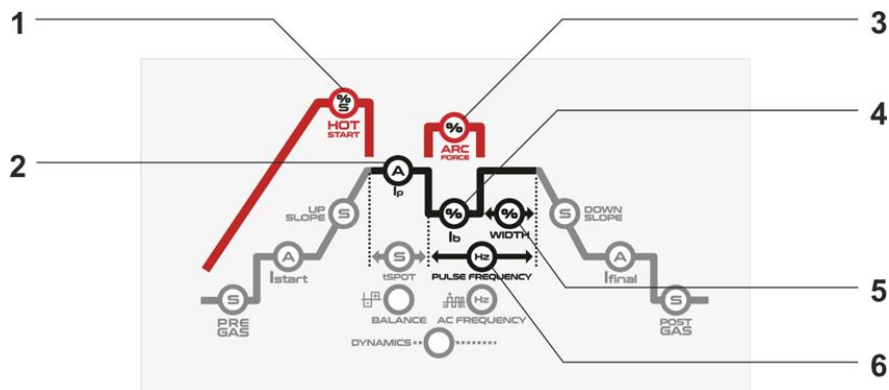

Fig. 2 - Parámetros MMA
- Hot Start (Fig.2 - 1) - Para mejorar el cebado de arco, ajustar el porcentaje de hot start en relación con la corriente principal y/o el tiempo (segundos).
- Arc Force (Fig.2 - 3) - Para evitar colar el electrodo a la pieza a soldar durante la soldadura, ajuste el porcentaje de arc force en relación con la corriente principal.
- lb (Fig.2 - 4) - ajuste la corriente base de soldadura en porcentaje de la corriente principal.
- ANCHURA (Fig.2 - 5) - ajuste la anchura del pico de corriente del 10% al 90%
- FRECUENCIA DE PULSO (Fig. 2 - 6) - ajuste la frecuencia de la corriente pulsada en hercios.